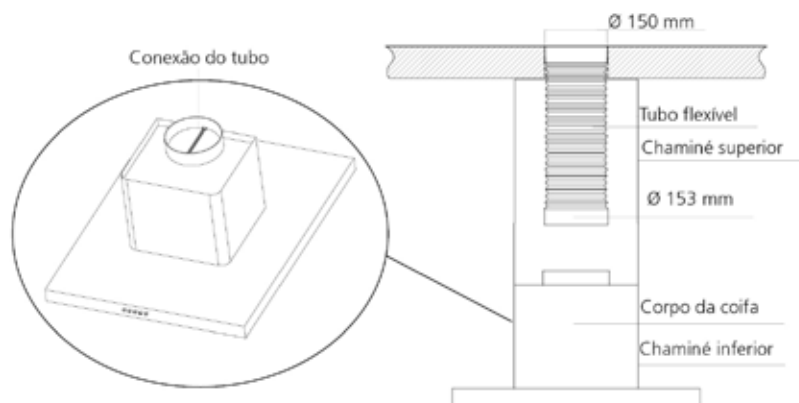

Fig. 7
- Fixar novamente o suporte de fixação utilizando os 4 parafusos tipo chumbador, arruelas lisas de pressão e porcas (furos oblongos), e mais 8 parafusos auto-atarraxantes (fig. 7)